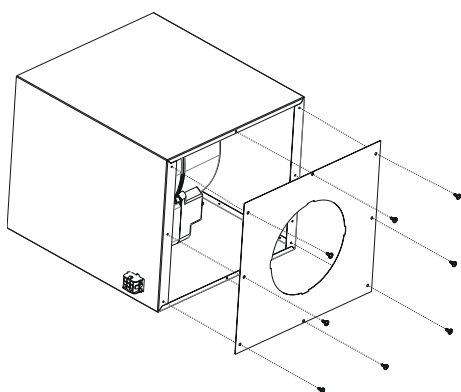

Fig. 22
**6.** Ta bort täckplattan vid motorkabinettets ingång genom att lossa de 8x 3,5x6,5 skruvarna (Fig. 22).